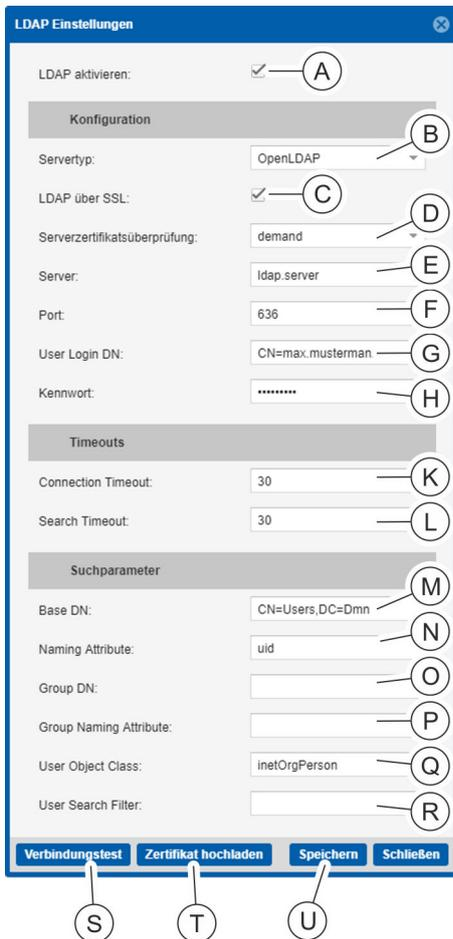

Abb. 146: Fenster "LDAP Einstellungen"
Die Eingabefelder „Group DN“ (Abb. 146/Ⓞ), „Group Naming Attribute“ (Abb. 146/Ⓞ) und „User Search Filter“ (Abb. 146/Ⓞ) werden in der aktuellen Version noch nicht unterstützt und können nicht genutzt werden.
Bei Bedarf kann auch ein Zertifikat in den LDAP Einstellungen auf die PDU hochgeladen werden (Abb. 146/Ⓞ).
2. ➔ Die Checkbox „LDAP aktivieren“ anklicken (Abb. 146/A), um den LDAP-Dienst zu aktivieren.
3. ➔ Über das Auswahlménü „Servertyp“ den Typ des eingesetzten Verzeichnisdienst-Servers auswählen (Abb. 146/B).
4. ➔ Gegebenenfalls die Checkbox „LDAP über SSL“ anklicken, um sicheres LDAP zu aktivieren (Abb. 146/C).
5. ➔ Gegebenenfalls über das Auswahlménü „Serverzertifikatsüberprüfung“ den Level der Prüfung des LDAP-Serverzertifikats auswählen (Abb. 146/D).
6. ➔ Die IPv4- oder IPv6-Adresse oder alternativ den Hostnamen des Verzeichnisdienst-Servers eintragen (Abb. 146/E).
7. ➔ Den Port für den LDAP-Dienst eintragen (Standard ist 389 für „LDAP“ bzw. 636 für „LDAP über SSL“) (Abb. 146/F).
8. ➔ Für die Verbindung zum Verzeichnisdienst den Benutzer (User Login DN) eintragen (Abb. 146/G) und das zugehörige Kennwort eintragen (Abb. 146/H).
9. ➔ Gegebenenfalls einen Timeout-Wert für die Verbindungsherstellung zum Verzeichnisdienst zwischen 1 und 60 Sekunden eintragen (Standardwert ist 30 Sekunden) (Abb. 146/K).
10. ➔ Gegebenenfalls einen Timeout-Wert für das Durchsuchen des Verzeichnisdienstes zwischen 1 und 500 Sekunden eintragen (Standardwert ist 30 Sekunden) (Abb. 146/L).
11. ➔ Für die Suche im Verzeichnisdienst den Einstiegspunkt (Base DN) (Abb. 146/M) eintragen.
- 12.** ▶ Bei Bedarf das "Naming Attribute" anpassen (Abb. 146/Ⓝ). Dieses wird bei der Wahl des Servertyps für "MS Active Directory" automatisch auf "sAMAccountName" und für "OpenLDAP" auf "uid" gesetzt.
- 13.** ▶ Bei Bedarf die "User Object Class" anpassen (Abb. 146/Ⓞ). Diese wird bei der Wahl des Servertyps für "MS Active Directory" automatisch auf "user" und für "OpenLDAP" auf "inetOrgPerson" gesetzt.
- 14.** ▶ Verbindung zum Verzeichnisdienst über die Schaltfläche „*Verbindungstest*“ (Abb. 146/Ⓟ) prüfen.
- 15.** ▶ Eingabe über die Schaltfläche „*Speichern*“ (Abb. 146/Ⓠ) bestätigen.